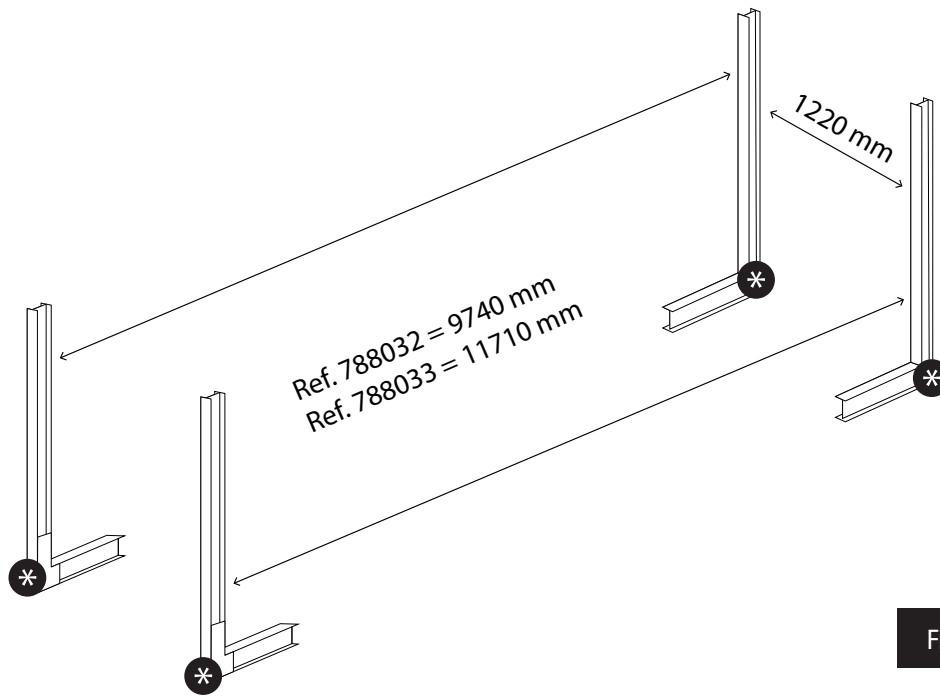

Fig. 3 / Abb. 3 / Afb. 3
**EN** There are no metal clamps provided in long lengths to secure any angles. Therefore, the IPN must be kept at a distance (788032 = 9740mm / 788033 = 11710 mm) (see figure 3). The angles for the small panels are 1220 mm wide.
**FR** Sur les grandes longueurs, il n'y a pas de sangle métallique pour relier les angles. Il faut donc maintenir les IPN à une distance (788032 = 9740mm / 788033 = 11710 mm) (cf figure 3). L'écartement des angles sur les petits pans est de 1220 mm.
**NL** Bij grote lengtes, zijn er geen metalen beugels om de hoeken vast te zetten. Daarom is het nodig om de IPN's op een afstand (788032 = 9740mm / 788033 = 11710 mm) (zie afbeelding 3). De breedte van de hoeken van de kleine panelen is 1220 mm.